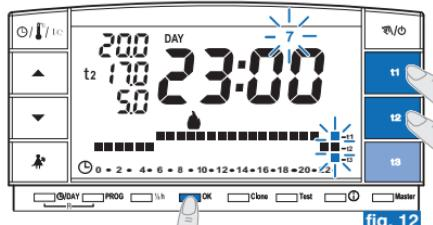

fig. 12
- Dopo l'inserimento della scala termica per il giorno di **Domenica** (7), premere **OK** (esempio in fig. 12) per memorizzarla e tornare a visualizzare il giorno di Lunedì (1) **quindi premere nuovamente il tasto OK per 4 secondi** (esempio in fig. 13); con questa operazione **verrà salvato il programma settimanale completo**.